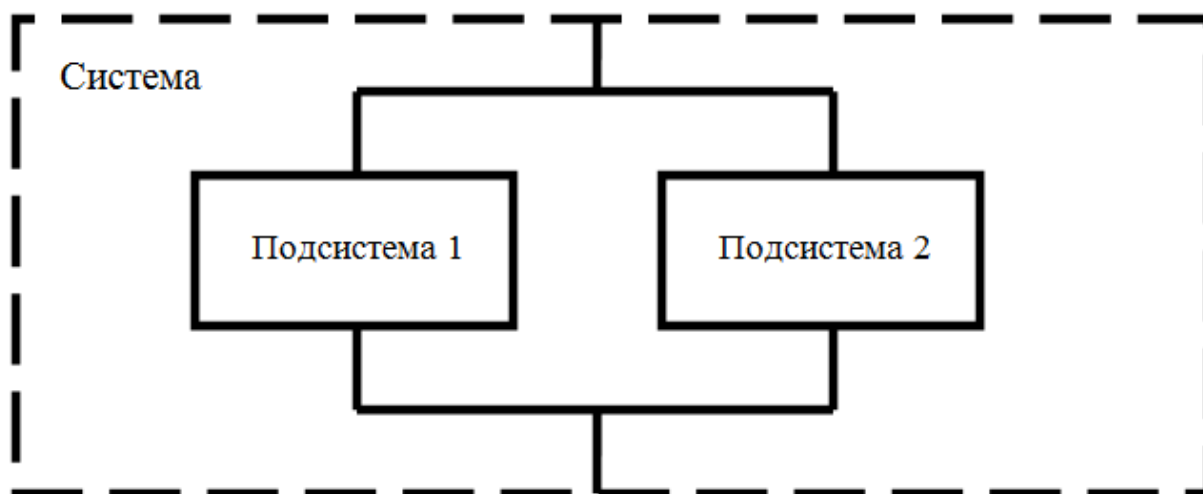

Рисунок 4 - Схема системы с резервированием.
4. Для наработки  $t = \bar{T}_П$  требуется рассчитать вероятность безотказной работы  $P_c (T_П)$  системы (рис. 4), состоящей из двух подсистем, одна из которых является резервной.